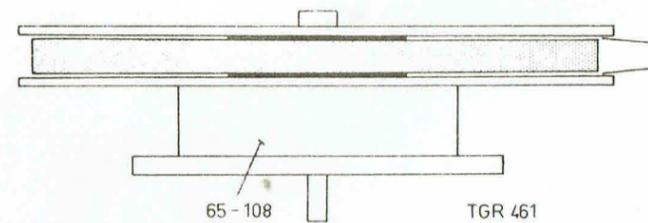

Fig. 10
- Finalement contrôler l'ajustage de la hauteur des plateaux à bobine 65 et 108. Prendre soin que le ruban est bobiné au milieu du dévidoir ou qu'il ne touche au moins pas à la bride du dévidoir, fig. 10.